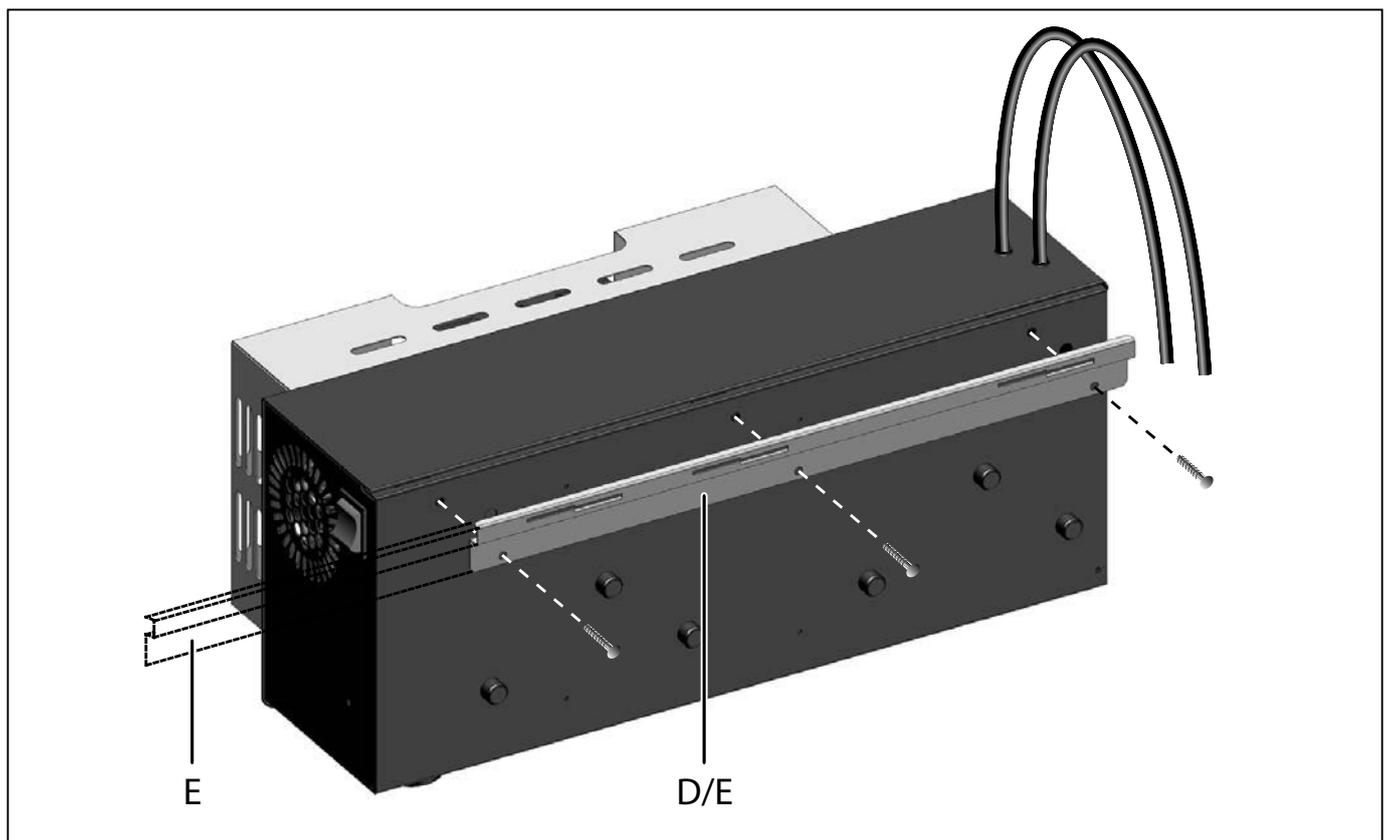

Fig. 13 Fixation du rail-support sur le bloc réfrigérant
1. Visser le rail support, D ou E selon le cas, sur le bloc réfrigérant à l'aide des 3 vis comme l'indique la Fig. 13. Le rail E devra dépasser du côté de l'interrupteur secteur.